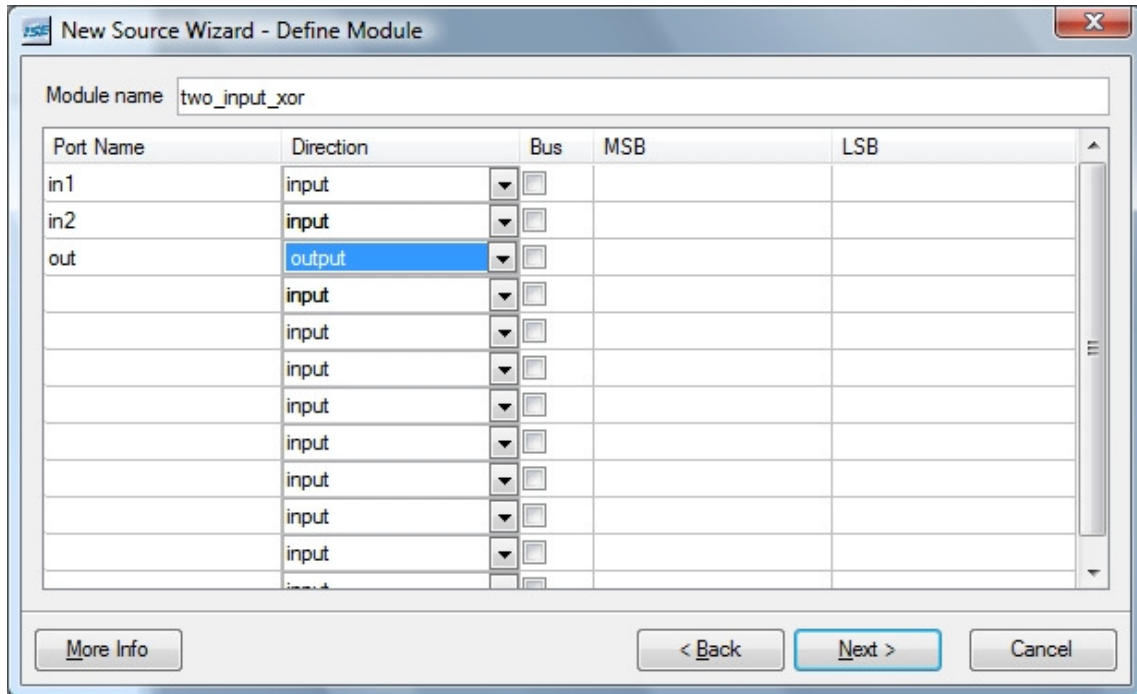

Figura 3.3
- In Figura 3.3 se ilustreaza modul de completare a porturilor de intrare / iesire pentru modulul Verilog nou creat.